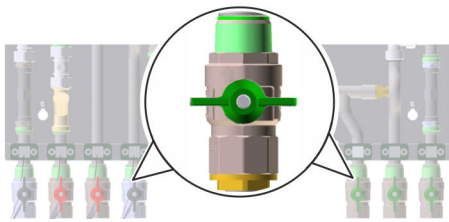

Abb. 48: Kugelhähne schließen
1. ➤ Alle Kugelhähne (Abb. 48) am Frischwarmwassermodule schließen.